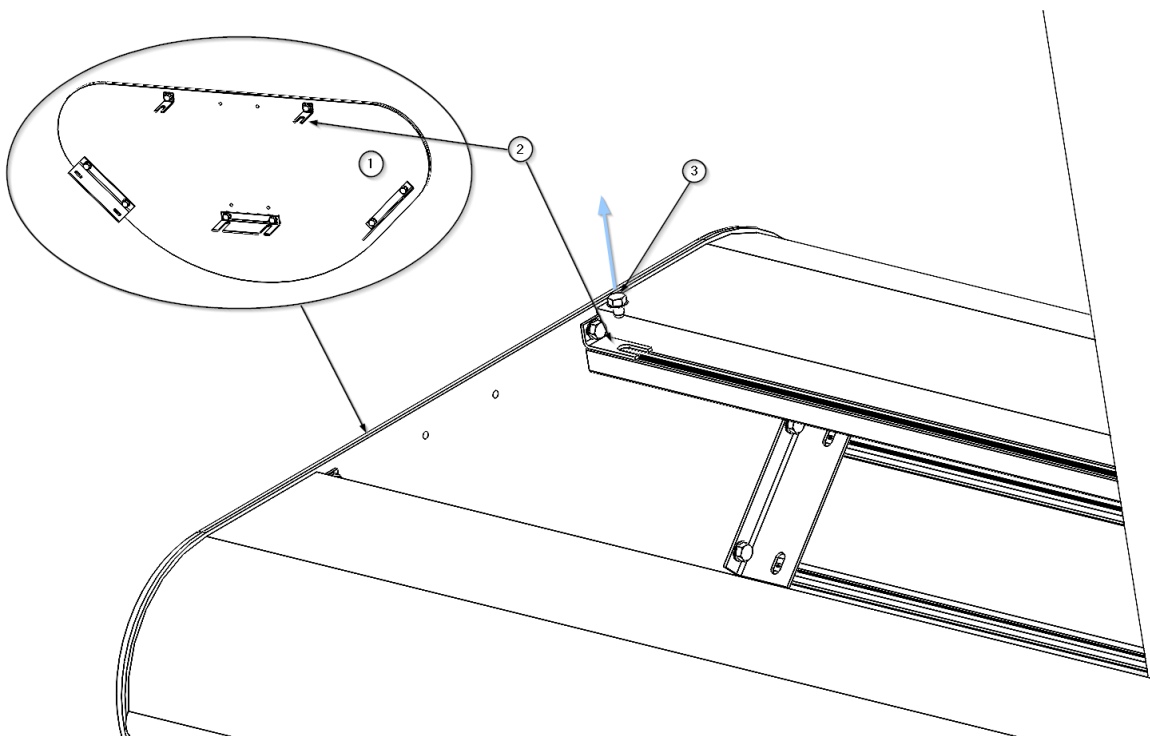

Abb. 9 Demontage/Montage der Seitenwände am Hauptkörper ATLAS
- Entfernen Sie mit Hilfe eines Sechskantschlüssels die 8 Schrauben M4 x 6 ③, mit denen die 5 seitlichen Laschen ② der Seitenwand ① befestigt sind, wie in Abbildung 9 dargestellt.
- Entfernen Sie vorsichtig die Seitenwand ① und legen Sie sie an einem sicheren Ort ab.
- Setzen Sie zunächst die Stirnwand ① ein, indem Sie die seitlichen Laschen ② in die Gewindenuten des Hauptkörpers einführen, und befestigen Sie sie mit den 8 Schrauben M4 x 6 ③.
- Überprüfen Sie, ob die Seitenwand ① ordnungsgemäß befestigt ist.